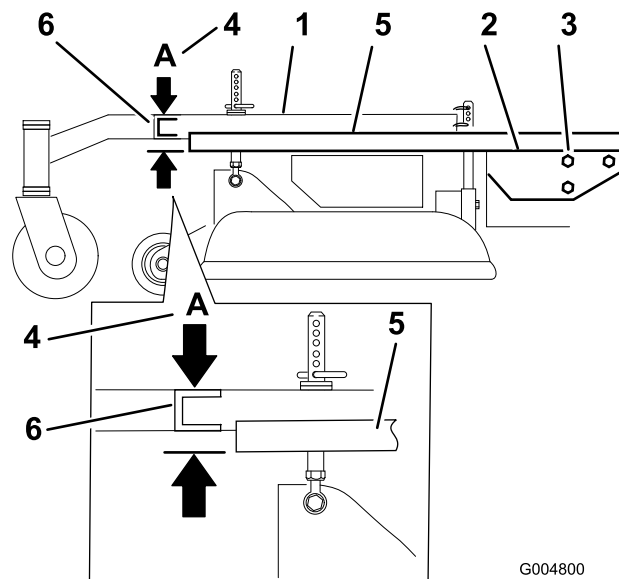

Figure 69
3. Placez une longue planche, ou autre objet similaire parfaitement droit en haut du plancher moteur, comme illustré à la Figure 69.
4. Au niveau du tube transversal du bâti porteur, mesurez la hauteur au point A (Figure 69). Elle doit être égale à 33 mm (1-5/16")  $\pm$  6 mm (1/4").
6. Desserrez les boulons de montage du bâti porteur de chaque côté de la machine (Figure 69).
7. Alignez le bâti porteur et le plancher moteur à la même hauteur qu'au point A, c.-à-d. 33 mm (1-5/16")  $\pm$  6 mm (1/4") (Figure 69).